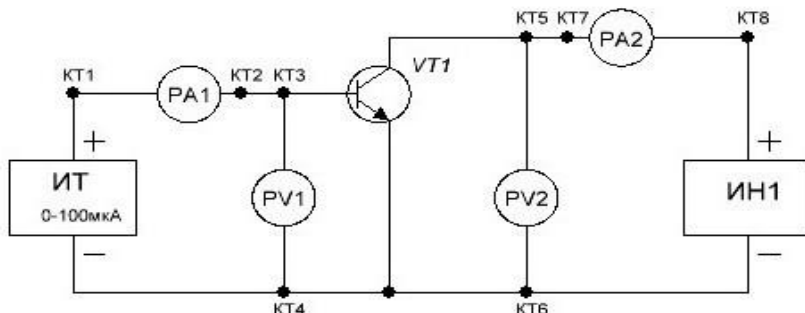

Рисунок 2.4 Схема снятия входной и выходной характеристик биполярного транзистора.
Для понимания работы схем, в состав которых входят транзисторы, очень полезны их входные и выходные вольт-амперные характеристики (**ВАХ**). Схема для снятия **ВАХ** биполярного транзистора, включенного по схеме с общим эмиттером (ОЭ) приведена на рис. 2.4.
**ВАХ** транзистора (см. рис. 2.4).